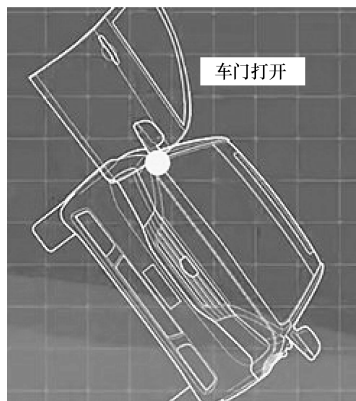

图 1-46 工作过程
(1) 作用 汽车落水自动打开门锁及车窗装置的作用是当车辆落水后, 车辆通过检测水位来判断, 当符合条件便自动打开门锁及车窗, 使乘员逃生。
(2) 工作过程 当车辆涉水深度足够触发水位开关时, 电路接通, 车门将解锁, 同时车窗玻璃自动下降, 方便车内人员及时逃脱, 如图 1-46 所示。